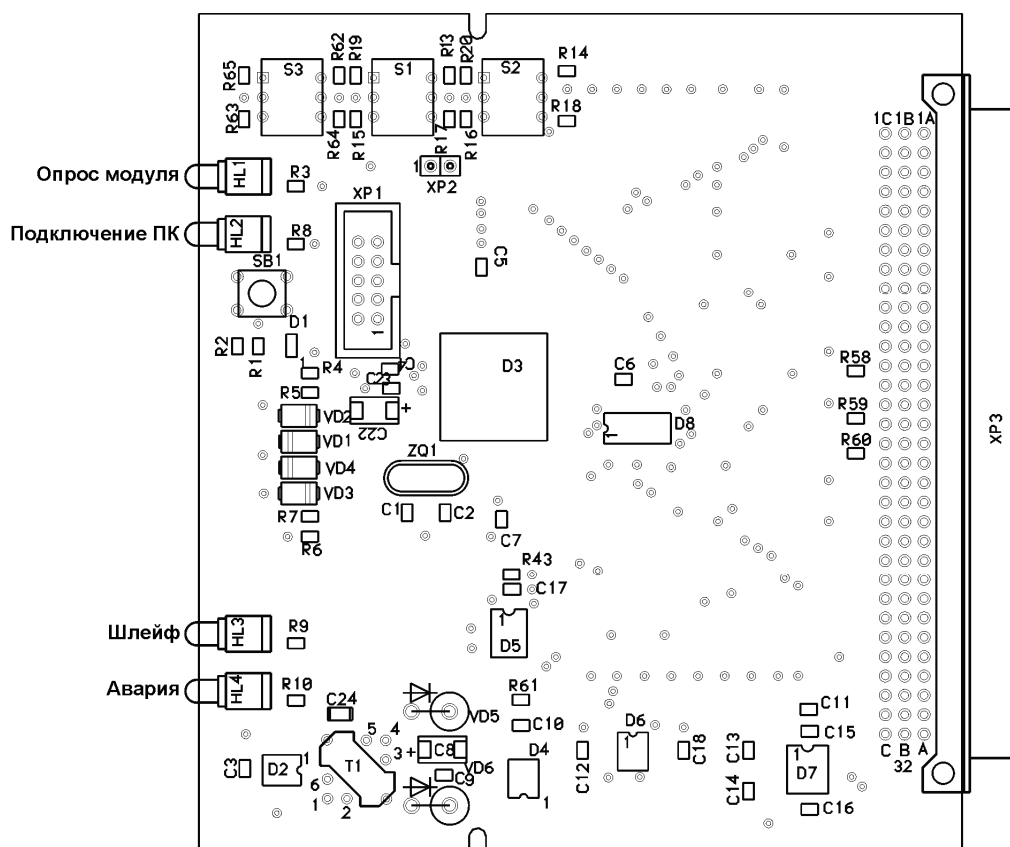

Рисунок 21
2.11.5.5 Блок управления имеет светодиоды HL1...HL4 (см. рисунок 21), на которые выводится информация по регенерационному модулю (см. таблицу 2.1).
Блок управления можно сбросить и аппаратно с помощью кнопки SB1 (см. рисунок 21).